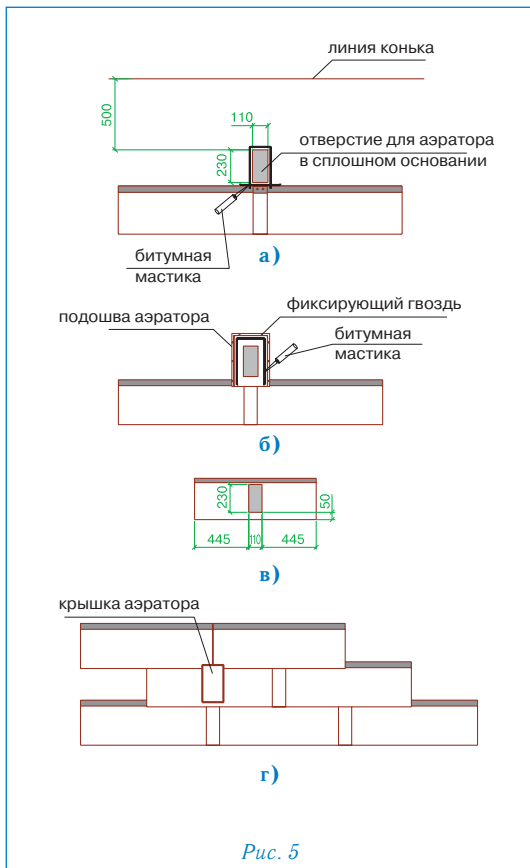

Рис. 5
### Установка аэратора (рис. 5)
- в сплошном основании кровли прорезается отверстие 11 x 23 см, расположенное согласно рис. 5а;
- корпус аэратора устанавливается поверх отверстия и фиксируется гвоздями из нержавеющей стали; по верхней и боковым сторонам подошвы корпуса также наносится битумная мастика (рис. 5б);
- далее укладывается очередной ряд черепицы; подошва аэратора при этом закрывается листом ПРЕСТИЖ КОМПАКТ с заранее прорезанным в нем отверстием (рис. 5в);
- на корпус аэратора устанавливается крышка, которая фиксируется нажатием (до щелчка) (рис. 5г).